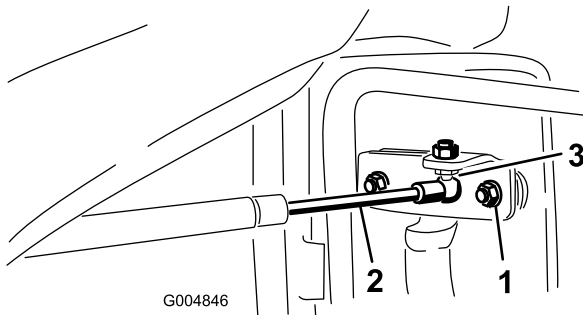

図 62
1. ドアクローザのソケットをドアブラケットのボールに固定しているクリップを取り外す 図 62。